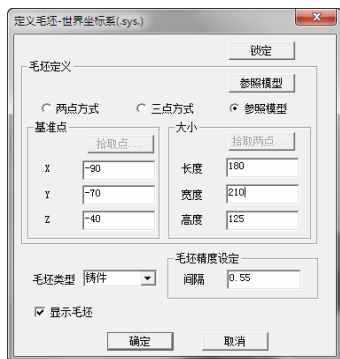

图 8-160 “定义毛坯”对话框
- 1) 双击“加工管理”中的“毛坯”标识，系统弹出“定义毛坯”对话框，如图 8-160